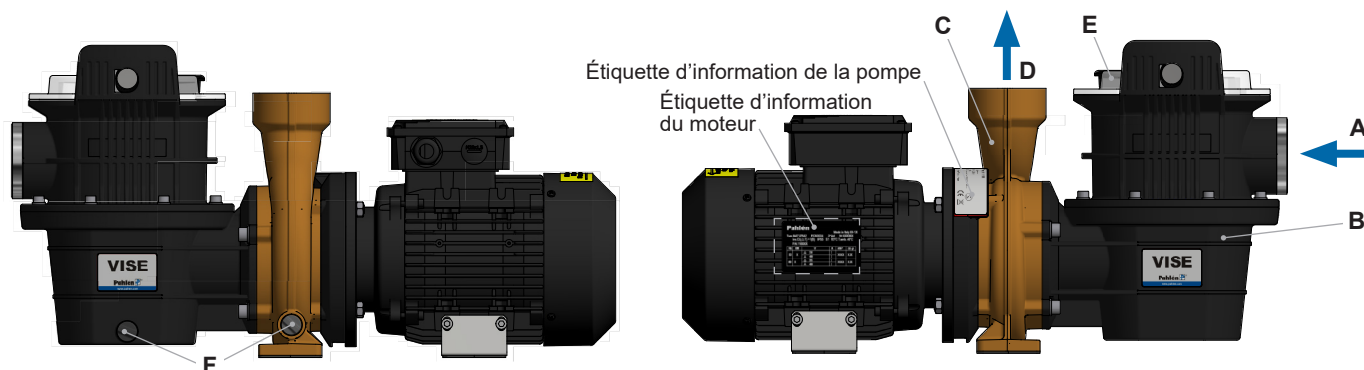

Fig. 1
Если имеется опасность замерзания воды, тогда нужно слить воду со всего насоса и его впускных и выпускных труб. Чтобы полностью опорожнить насос, открутите пробки его сливных отверстий (E), см. Рис. 1.
La figure 1 montre l'emplacement de l'étiquette du numéro de modèle sur la pompe.